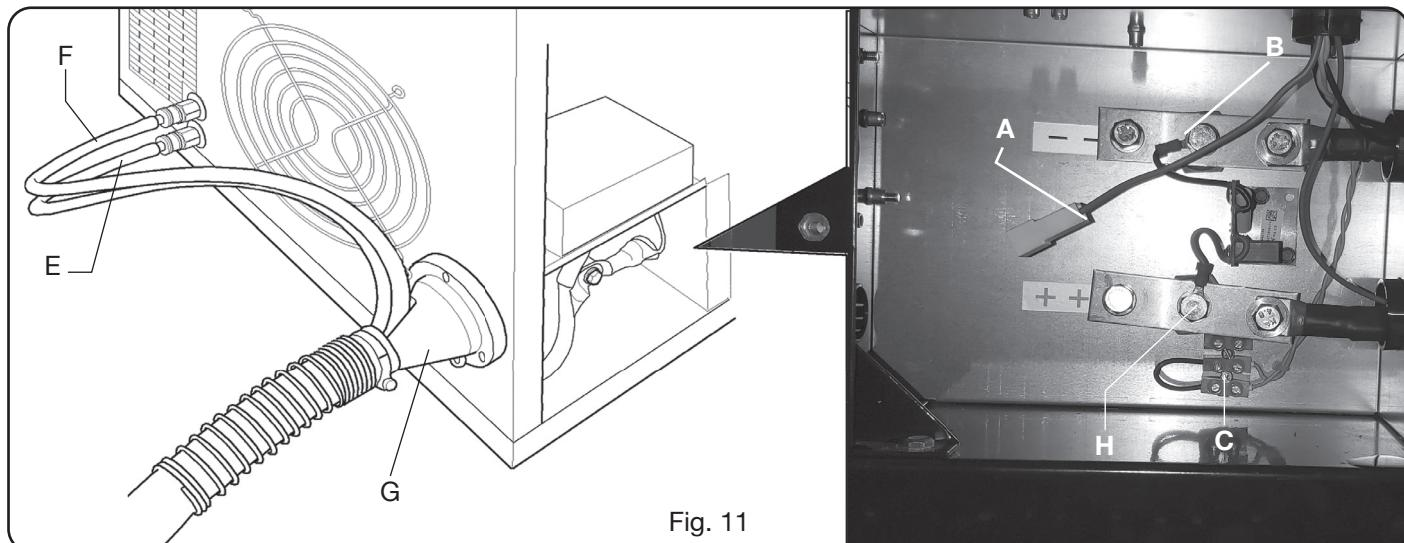

Fig. 11
- Dopo tale operazione, proseguire con il collegamento delle diverse connessioni (Fig. 11).